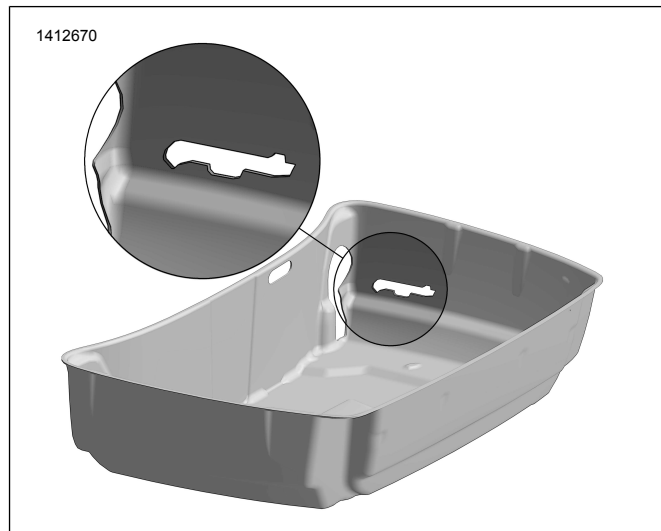
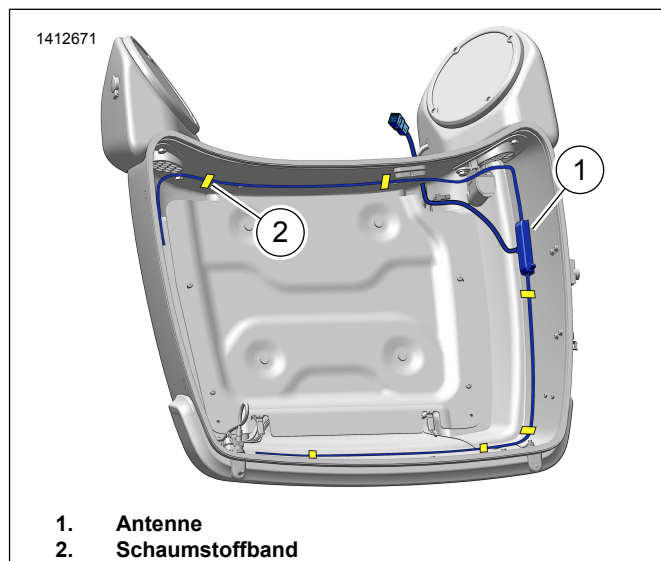

Abbildung 3. Ausschnitt
Abbildung 4. Verlegen
3. Siehe Abbildung 3. Den Umriss des Antennenmoduls an der Position vorne rechts an der Auskleidung nachzeichnen.
5. Die Montagefläche der Antenne im Tour-Pak mit Alkoholreinigungspäckchen (5) reinigen.
6. Siehe Abbildung 4. Das Antennenkabel (1) verlegen und mit Schaumstoffband (2) an der Tour-Pak-Umfassung befestigen.